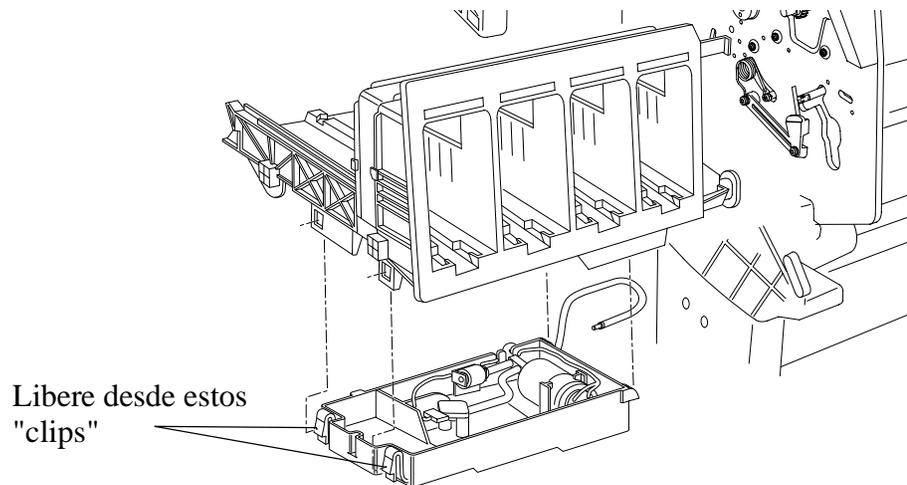

Figura 18: "Air Pressurization System"
3. Libere el APS de los "retaining clips" que se localizan debajo del ISS como se muestra en la *Figura 18*.